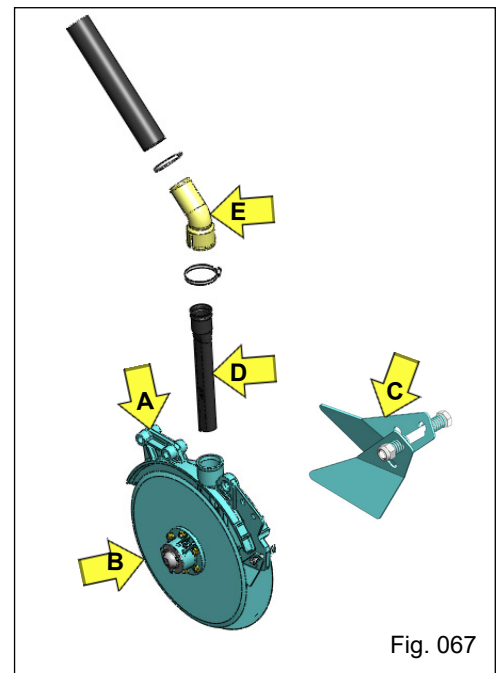

Fig. 067
b) Composto por um suporte dos discos com furos posicionados um a frente do outro "A" (Fig. 067), que permitem que os conjuntos dos discos planos lisos sejam montados desencontrados um em relação ao outro.